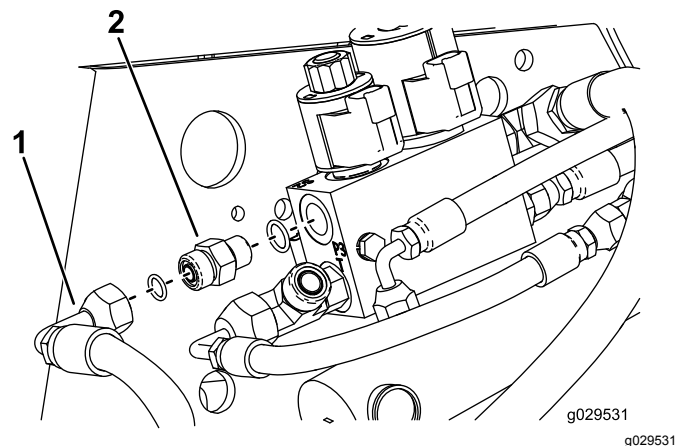

Figure 19
7. Vissez le raccord hydraulique dans l'ouverture de la vanne (**Figure 19**).